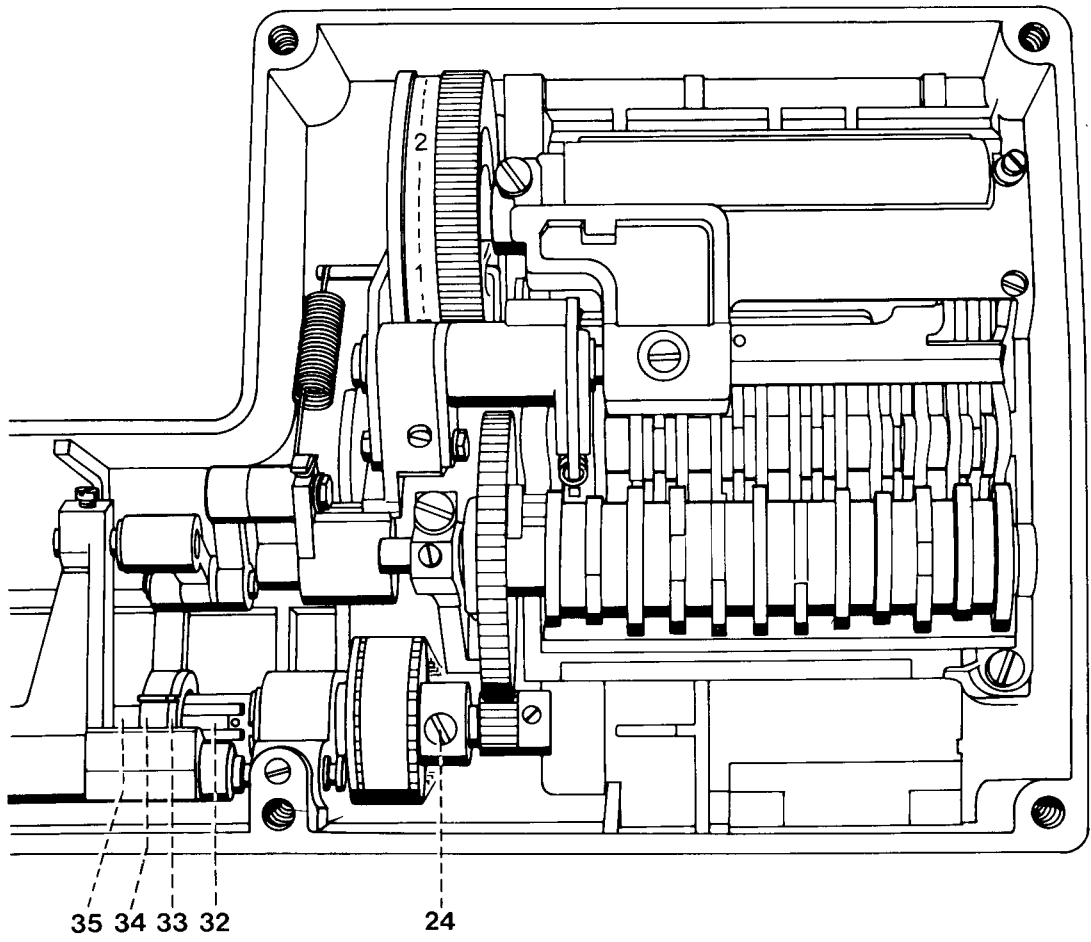

Fig. 7
Wenn die Nadelstange aus ihrer tiefsten Stellung (U.T.) 2 mm nach oben gegangen ist, dann müssen die Strichmarkierungen auf dem Rand 33 des Schubexzentrers 32 und der Schubstange 34 gegenüberstehen (siehe Abb. 7).
- In Drehrichtung am Handrad drehen, bis die Schlingenhubzwinge am Pendel anliegt (siehe Abb. 7b). Die Strichmarkierungen auf dem Rand 33 des Schubexzentrers 32 und der Schubstange 34 müssen jetzt gegenüber stehen (siehe Abb. 7).
- Die lange Antriebswelle 35 in Drehrichtung drehen, bis die Strichmarkierungen auf dem Schubexzentrer und der Schubstange gegenüberstehen (siehe Abb. 7).
**Fig. 7 a**
**Fig. 7 b**
When the needle bar has risen 2 mm from its lowest point (bottom dead center – b.d.c) the marks on rim 33 of feed driving eccentric 32 and connection 34 should be opposite each other (Fig. 7).
- Turn the balance wheel in sewing direction until the C clamp contacts the needle bar frame (Fig. 7b), The setting marks on rim 33 of feed driving eccentric 32 and connection 34 must now be opposite each other (Fig. 7).
- Turn the long driving shaft 35 in its normal direction of rotation until the setting marks on the feed driving eccentric and the connection are opposite each other (Fig. 7).
La barre à aiguille remontée de 2 mm depuis son PMB, les repères sur le bord 33 de l'excentrique d'entraînement 32 et ceux sur la barre d'entraînement 34 devraient se faire face (voir fig. 7).
- Les repères sous forme de traits sur le bord 33 de l'excentrique 32 et la barre 34 devraient se faire face (voir fig. 7).
- Tourner le grand arbre moteur 35 dans le sens de rotation normal jusqu'à ce que les traits repères sur l'excentrique et la barre de mouvement en longueur se trouvent en face les uns des autres (voir fig. 7).
Fig. 7 a
Fig. 7 b